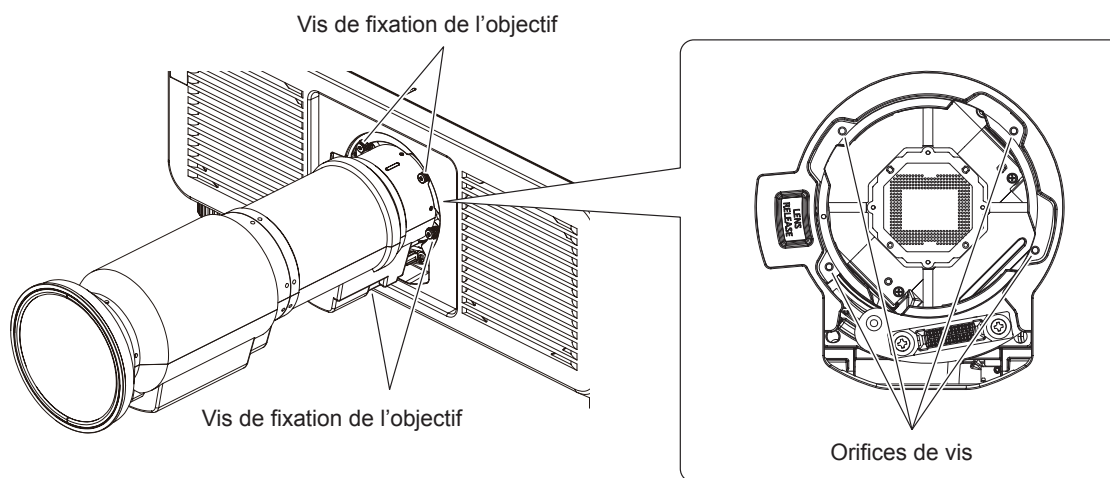

Fig. 4
- 4) **Fixez la lentille de projection avec les vis de fixation de la lentille. (Fig. 4) (Uniquement pour le modèle ET-C1U100)**